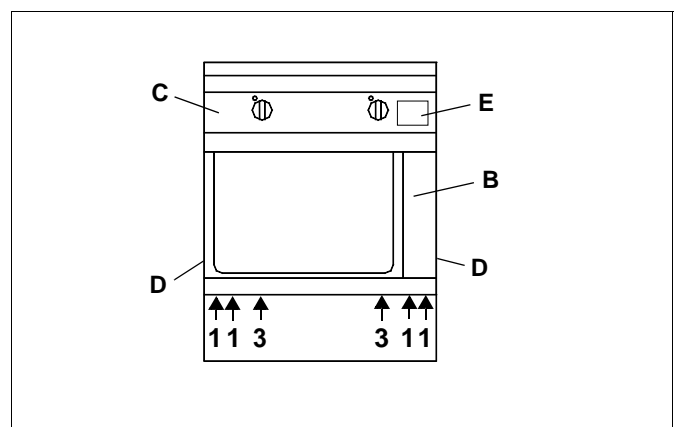

Fig.5 Vue d'ensemble
⇒ Desserrez les vis (1 et 3 Fig.5, Fig.6). Si le four est encastré, desserrez
- ⇒ Desserrez les vis (5 / Fig.5).